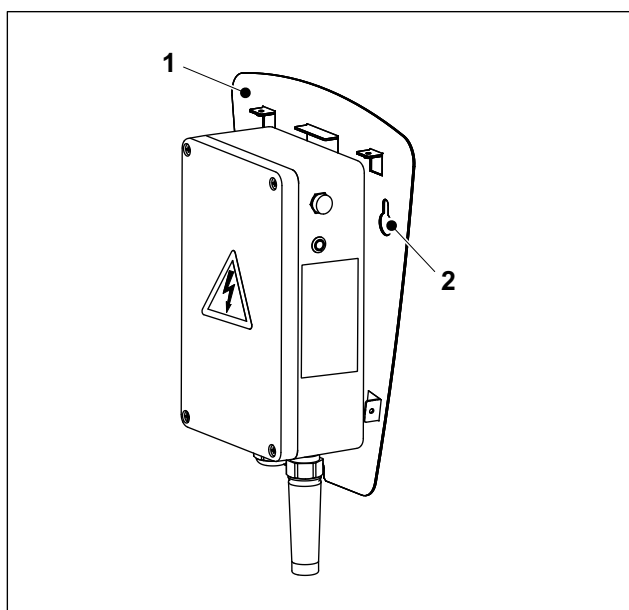
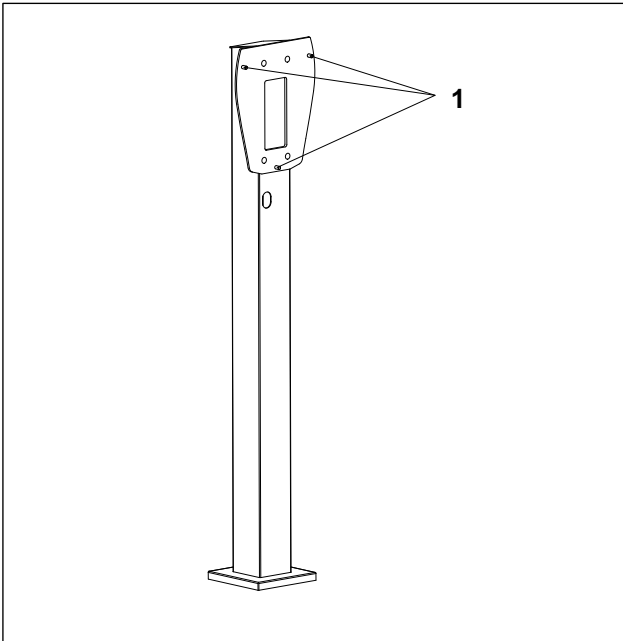

Fig. 2 Heidelberg Wallbox Home Eco, plaque de fixation
Fig. 3 Borne à trois trous de fixation
4. Accrocher la plaque de fixation (fig. 2/1) de la Wallbox aux deux vis de fixation (trous oblongs fig. 2/2).
1. Accrocher la plaque de fixation (fig. 2/1) de la Wallbox aux trois goujons (fig. 3/1).
2. Visser les trois écrous (jeu de pièces détachées de la borne) sur les goujons (fig. 3/1) et les serrer (à environ 12 Nm).